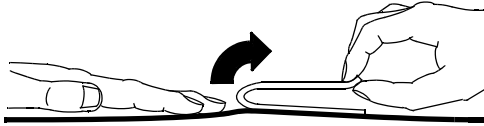

Figura 6-3 Rimozione degli elettrodi dalla cute
1. Staccare delicatamente l'elettrodo di terapia a partire dal bordo, tenendo la cute, come illustrato nella Figura 6-3.